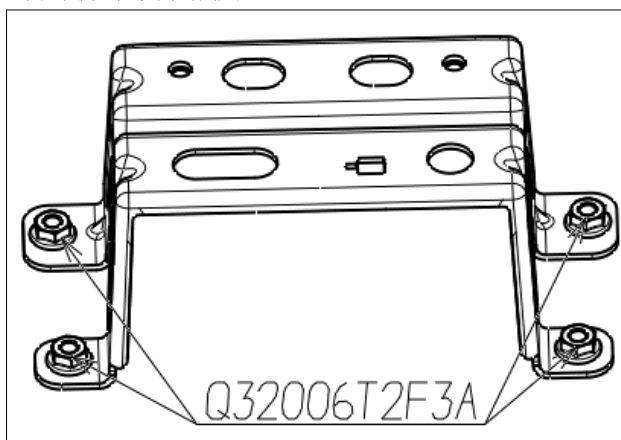

图 1.6.13 副仪表板后安装支架总成
- (1) 用10号六角套筒将固定副仪表板后部安装支架的四个螺母（Q32006T2F3A六角法兰面螺母）松开并取出。如图1.6.13所示；
(2) 安装与拆卸顺序相反。